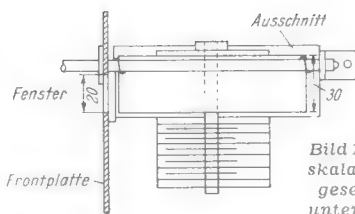
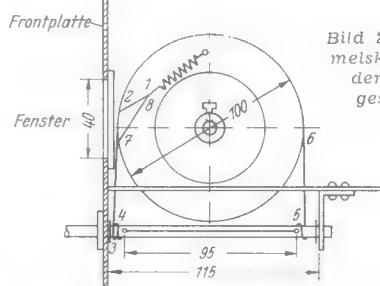

Bild 1. Trommelskala von unten gesehen, ganz unten der Drehkondensator
Bild 2. Trommelskala von der Seite gesehen
Eine für Meßgeräte geeignete Trommelskala kann man sich ohne großen Aufwand leicht selbst herstellen. Zu diesem Zweck schneidet man aus einer unverbeulten Blechbüchse von 100 mm Durchmesser den Boden mit einem 30 mm breiten Rand aus. Um die Trommel versteifen und auf der Drehkondensatorachse befestigen zu können, schraubt man sie auf ein glattes Skalenrad von etwa 50...70 mm auf. Da die Trommel bis unter das Chassis reicht, wird es rechteckig ausgeschnitten (Bild 1). Die Antriebsachse besteht aus einem 140 mm langen Eisenstab von 6 mm Durchmesser, in den nach Bild 2 zwei Löcher (Durchmesser je 2,5 mm) gebohrt werden. Damit die Achse in ihrer Längsrichtung nicht verrutscht, sägt man an der Innenseite der beiden Lager Einschnitte ein und schiebt Sprengringe auf. Das an der Frontseite befindliche Lager besteht aus einem Messing- oder Eisenblech von mehr als 2 mm Stärke.
Der Antrieb erfolgt über eine Skalenschnur. Die Schnur-Durchführungen zur Spannfeder werden nach Bild 2 mit Hilfe einer Reißnadel in die Trommel dicht am Rand der ehemaligen Blechbüchse von außen
eingestochen, damit kein Grat entsteht, an dem die Schnur beschädigt wird. Die Schnur läßt sich bei eingedrehtem Drehkondensator aufziehen und zwar von Punkt 1 über 2 zu 3. Sodann werden nach Bild 2 zehn Windungen um die Achse zu den Punkten 4 und 5 gewickelt. Nach zwei weiteren Windungen, die zu 6 und 7 führen, wird die Schnur bei 8 an der Feder befestigt. Nun beklebt man die Trommel mit glattem Zeichenkarton und trägt die Eichung auf. Es empfiehlt sich, das Skalenfenster (40x20 mm) mit Plexiglas abzudecken, das auf beiden Seiten mit Hilfe der Reißnadel eingeritzt wird, so eine parallaxfreie Ablesung ermöglicht. Die entstandenen Striche sind mit roter Tusche auszuzeichnen
J. F. Craib beschäftigt sich mit Schaltung und Dimensionierung von Impulsverlängerungsketten, die eine bis zu 25fache Impulsverlängerung bei ausreichender Proportionalität zwischen Eingangs- und Ausgangsamplitude ermöglichen. Bei den gewöhnlichen Verzögerungsgliedern (Bild 1) können die abgegebenen Impulse nie flache
Rechts: Bild 1. Übliches Verzögerungsglied für Impulse
Unten: Bild 2. Schaltung zur Ver-längerung der Impulsdauer von 1 bis 15 µsec ohne Amplitudenverlust
Scheitel haben, weil der verlängerte Teil des Impulses grundsätzlich aus der exponentiell verlaufenden Entladungskurve des RC-Gliedes besteht. Hinzu kommt, daß der allmähliche Auslauf der Entladungskurve die gewünschte Impulsdauer übersteigt und bereits bis in den nächsten Impuls reichen kann. Eine Lösung nach Bild 2 hingegen, die aus einer Vielfach-LC-Verzögerungskette besteht, ermöglicht Impulsverlängerungen mit linealfachem Scheitel und weitgehender Proportionalität zwischen Eingangs- und Ausgangsimpuls. In der gezeigten Anordnung können Impulse bis zur Größenordnung von 10 Volt verarbeitet werden. hgm